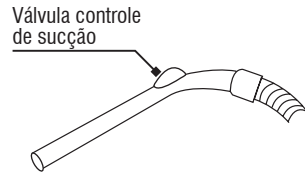

Fig. 15 – Regulagem da força de sucção
3. É possível regular a sucção do aspirador. Quando for aspirar materiais mais frágeis, abra a válvula de sucção. Desta forma a força de aspiração será menor, conforme mostra a Fig. 15.